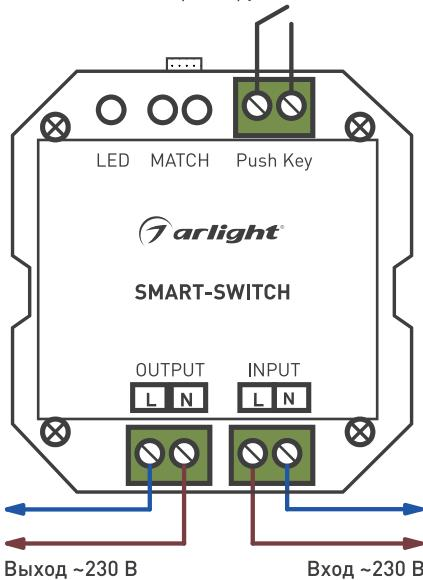

Рисунок 1. Схема подключения выключателя.
3.2. Подключите нагрузку к выходу OUTPUT выключателя, соблюдая порядок подключения проводов (см. Рис. 1).
3.3. Подключите обесточенные провода электрической сети к входу INPUT выключателя, соблюдая порядок подключения проводов (см. Рис. 1).